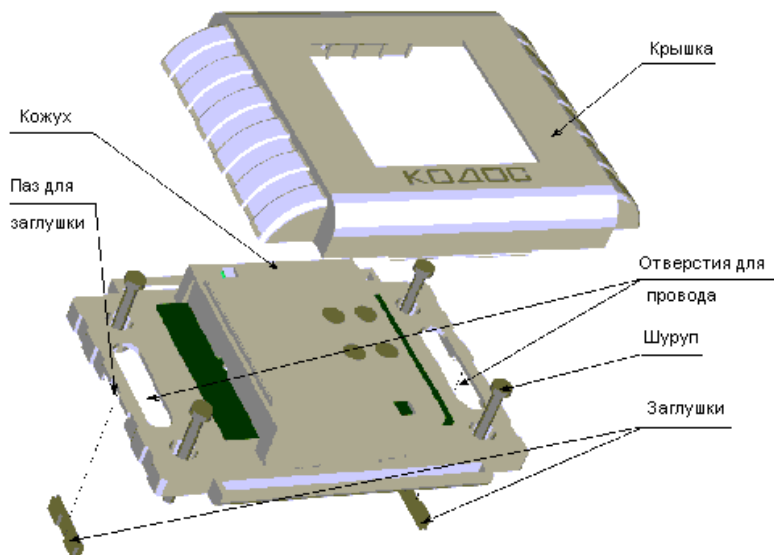

Рисунок 5 – Крепление адресного блока (клепмы условно не показаны)
- а) Снять с изделия крышку (рисунок 5).
- в случае если провода подходят сбоку адресного блока (например, из короба или гофрированного шланга), снять заглушки (рисунок 5);
- через отверстия для проводов (если провода идут из стены) или через пазы для заглушек и отверстия для проводов (в случае, если провода подходят сбоку) (рисунок 5), протянуть провода к кожуху адресного блока;